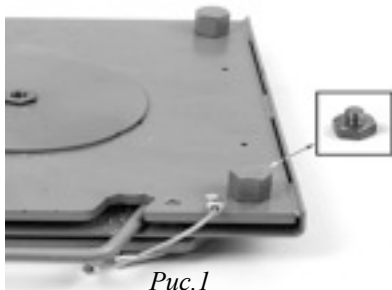

Рис.1
4. По умолчанию круги поставляются под карманы глубиной 50 мм. Для 40 мм карманов необходимо заменить стандартные опоры на уменьшенные см. Рис.1 (входят в комплект).